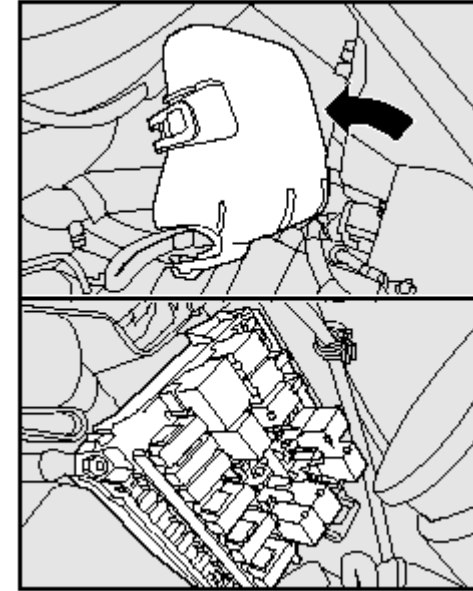

рис. 49
- Передвинуть крышку по направлению фары, повернув ее против часовой стрелки (как указано стрелкой) а затем извлечь ее **рис. 49**.